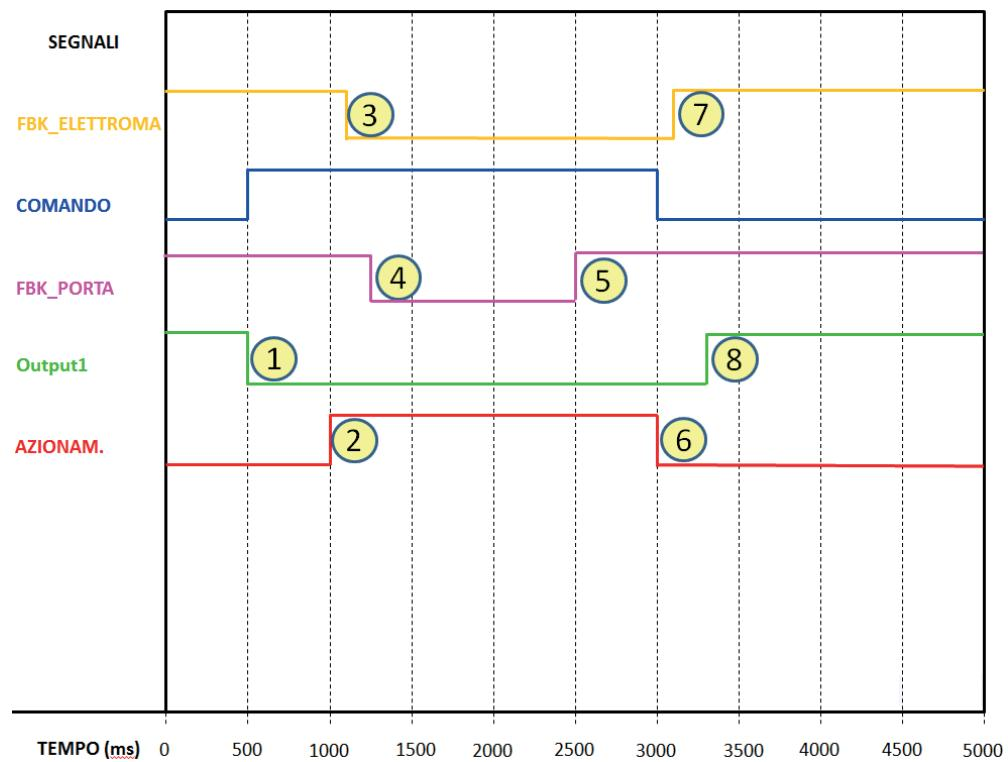

Figura 36 - Andamento delle tracce relative al funzionamento del blocco "Guard Lock" in modalità con gate.
- In Figura 36 si mostrano le tracce relative al funzionamento, di cui si riporta la descrizione dettagliata:
- (1) In questo istante l'utente richiede lo sblocco della serratura. Il segnale "COMANDO" passa da LL0 a LL1, mentre il segnale "Output1" passa da LL1 a LL0.
- (2) In questo istante viene comandato l'azionamento dell'elettromagnete con un ritardo di "Tempo unlock", rispetto al comando, di 0,5 secondi così come impostato. Il segnale "AZIONAM." cambia da LL0 a LL1.
- (3) In questo istante avviene l'effettiva attivazione dell'elettromagnete, con un ritardo rispetto all'azionamento di 95 ms, ritardo dovuto alle caratteristiche tecniche dell'elettromagnete; ad ogni modo 95 ms è un tempo inferiore a 100 ms ("Tempo feedback") e di conseguenza non vi sono errori.
- (4) In questo istante la serratura è sbloccata e l'utente apre la porta, il segnale FBK\_PORTA passa da LL1 a LL0.
- (5) In questo istante l'utente chiude la porta e di conseguenza il segnale FBK\_PORTA passa da LL0 a LL1.
- (6) In questo istante l'utente rilascia il comando di sblocco porta. Il "Guard Lock" rileva, dal segnale FBK\_PORTA, la porta chiusa e ne comanda il blocco della serratura. Infatti il segnale "AZIONAM." passa da LL1 a LL0.
- (7) In questo istante avviene l'effettiva disattivazione dell'elettromagnete, con un ritardo rispetto all'azionamento di circa 95 ms dovuto alle caratteristiche tecniche dell'elettromagnete. La serratura ora è effettivamente bloccata.
- (8) Non appena l'operatore "Guard Lock" rileva che la serratura è bloccata e la porta chiusa, il segnale "Output1" viene portato a LL1.